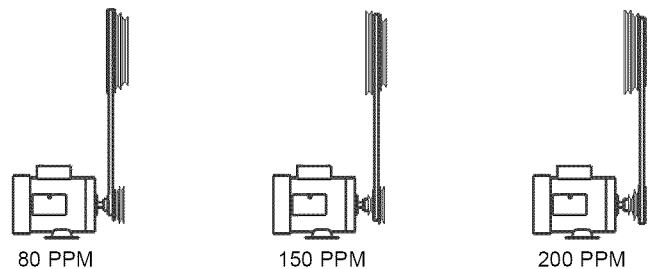

Figura 6 – Velocidades de la Hoja
Consulte la Figura 6.
- Para cambiar la velocidad de la hoja ponga la correa V en la configuración correcta (Vea la Figura 6). Vuelva a colocar y tensar la correa V tal como se describe en la sección siguiente.
- Para cambiar la velocidad de la hoja, suelte la placa de montaje del motor (Figura 7, Clave No. 9) soltando la manilla (Figura 7, Clave No. 14). Ponga la correa V en la polea del motor y en la polea tensora según sea necesario. Consulte la Figura 6, Velocidades de la hoja, para ver los ajustes recomendados para la polea y la correa.